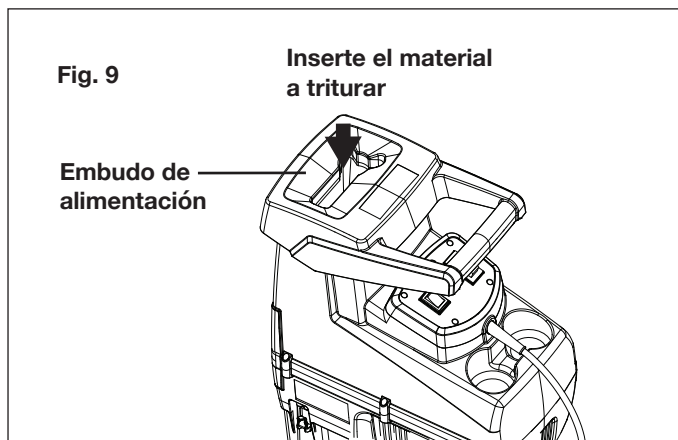

Fig. 9
2. Conecte la astilladora + trituradora de ramas a una fuente adecuada de alimentación y encienda la unidad. La astilladora + trituradora de ramas empezará a funcionar. Inserte el material a triturar dentro de la tolva a través del embudo de alimentación para que sea triturado (Fig. 9).